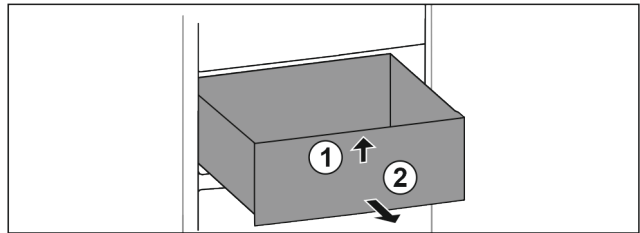

Fig. 191
- Schubfach vorne anheben. Fig. 191 (1)
- Schubfach nach vorne entnehmen. Fig. 191 (2)